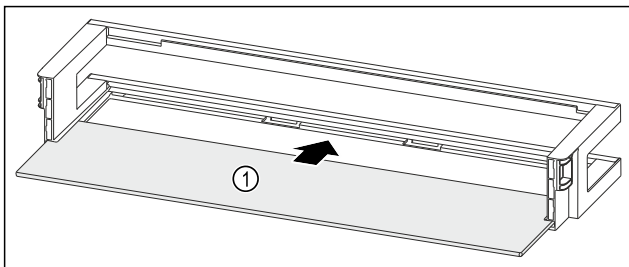

Fig. 165 Dørhulle med oppstillingsplass
- ▶ Skyv oppstillingsplassen Fig. 165 (1) inn i fordypningene på sidene.